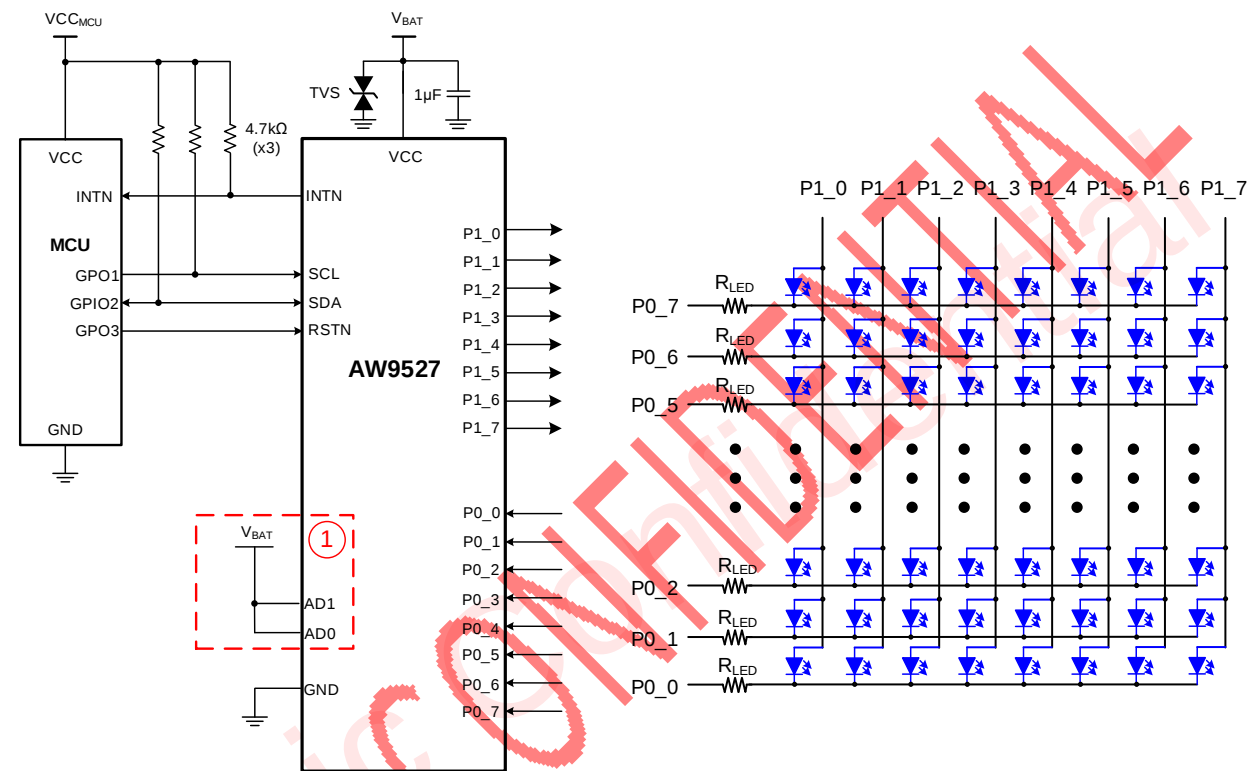

图 4-4 做矩阵 LED 应用电路图
5. AW9527 在小电流应用时，可以作为矩阵灯驱动，如图 4-4 所示。